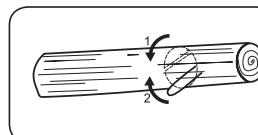

Fig. 12C
3. Pour un tronc supporté dans ses deux extrémités : pratiquez d'abord une coupe depuis le bas jusqu'à 1/3 du diamètre du tronc pour éviter une fissure longitudinale. Ensuite terminez la coupe d'en haut de façon à ce qu'elle rejoigne la première coupe et que vous évitez de bloquer le guide-chaîne (Fig. 12C).